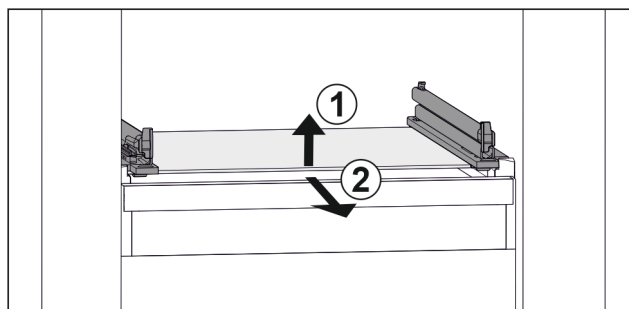

Fig. 50 Az üveglap példaként szolgáló ábrázolása
- ▶ Emelje meg az üveglap elejét. Fig. 50 (1)
- ▶ Vegye ki az üveglapot előre felé. Fig. 50 (2)